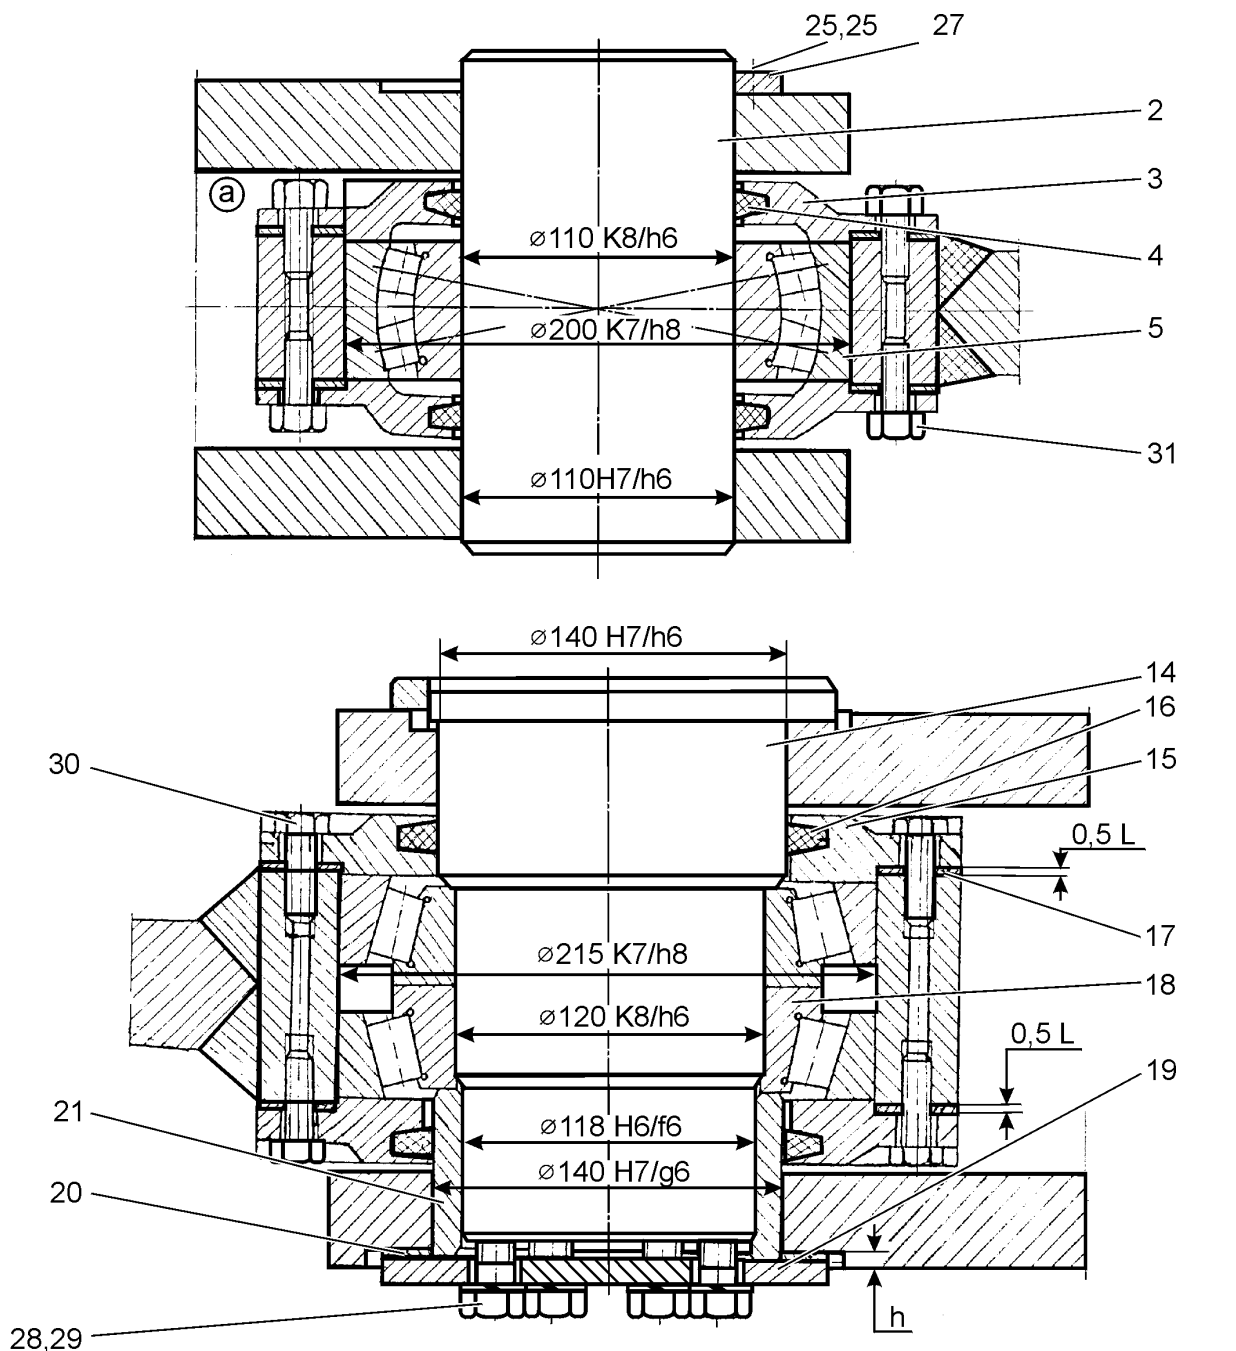
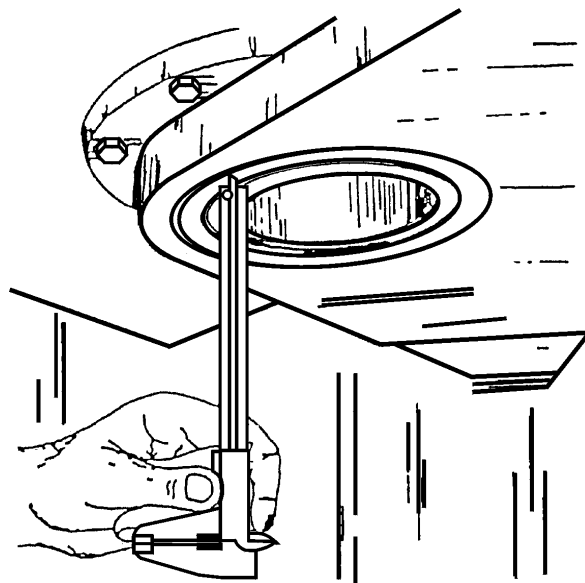

Рис. 9.2. Шарниры рам, верхний и нижний (разрез)
Рис. 9.6. Замер высоты «h» выступа дистанционной втулки
3. ТЕХНИЧЕСКИЕ ПОКАЗАТЕЛИ (Рис. 9.2.)
5. СНЯТИЕ И РАЗБОРКА (Рис. 9.2.)
1. Проверить размеры отверстий $\varnothing 110H7$ и $\varnothing 200K7$ в рамах под верхний шарнир, а также размер $\varnothing 110h6$ шкворня (2, Рис. 9.2.) верхнего шарнира.
2. Проверить размеры отверстий $\varnothing 140H7$ и $\varnothing 215K7$ в рамах под нижний шарнир, размеры $\varnothing 140h6$, $\varnothing 118f6$ шкворня (14) и размеры $\varnothing 140g6$ и $\varnothing 118H6$ дистанционной втулки (21).
3. При каждом ремонте необходимо обязательно заменять подшипники (5) и (18) и войлочные уплотнения (4) и (16).
5. Подсчитать толщину пакета регулировочных прокладок по формуле $L = A + B - C$. Толщина пакета регулировочных прокладок (17, Рис. 9.2.) с обеих сторон должна быть одинакова и равняться $0.5L \pm 0.5$ [мм].
6. Вбить два конических подшипника (18, Рис. 9.2.) в нижний кронштейн передней рамы с помощью медного молотка 1.519.0750 и оправки 21.547.0062. Гнезда подшипников перед монтажом покрыть смазкой Lt-4. Пространство между подшипниками также заполнить этой смазкой.
7. Уложить войлочные уплотнения (16, Рис. 9.2.) соответствующей длины в опорных крышках (15) подшипников и установить крышки. Болты (30) покрыть герметиком LOCTITE 262 и затянуть моментом $80 \div 90$ [Нм].
8. Вбить бочкообразный подшипник (5) верхнего шарнира в верхний кронштейн задней рамы с использованием медного молотка 1.519.0750 и оправки 21.541.0085. Гнездо подшипника перед монтажом покрыть пластической смазкой Lt-4. Подшипник также заполнить той же самой смазкой.
9. Уложить войлочные уплотнения (4, Рис. 9.2.) соответствующей длины в опорных крышках (3) подшипника. Резьбу болтов, крепящих опорные крышки (3) подшипника покрыть герметиком LOCTITE 262 и затянуть болты моментом $48 \div 53$ [Нм].
10. Состыковать между собой переднюю и заднюю рамы. Смазать шкворень (2) пластической смазкой Lt-4 и вбить его в нижний шарнир. Смазать шкворень (14) смазкой Lt-4 и вбить шкворень в нижний шарнир.
11. Вбить медным молотком 1.519.0750 дистанционную втулку (21). Замерить штангенциркулем высоту «h» выступа дистанционной втулки (смотри Рис. 9.6.) для того, чтобы подсчитать толщину пакета регулировочных прокладок (20, Рис. 9.2.), которая должна быть меньше величины, полученной при замере, на $0.05 \div 0.15$ [мм].